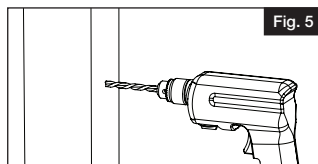

Fig. 5
- c.) Drill 3/8" pilot holes 3" deep in post (Fig. 5).
- Percer des avant-trous de 3/8 po (9,5 mm) de profondeur dans le poteau (Fig. 5).
- c.) Taladre agujeros guía de 3/8" a 3" de profundidad en el poste (Fig. 5).